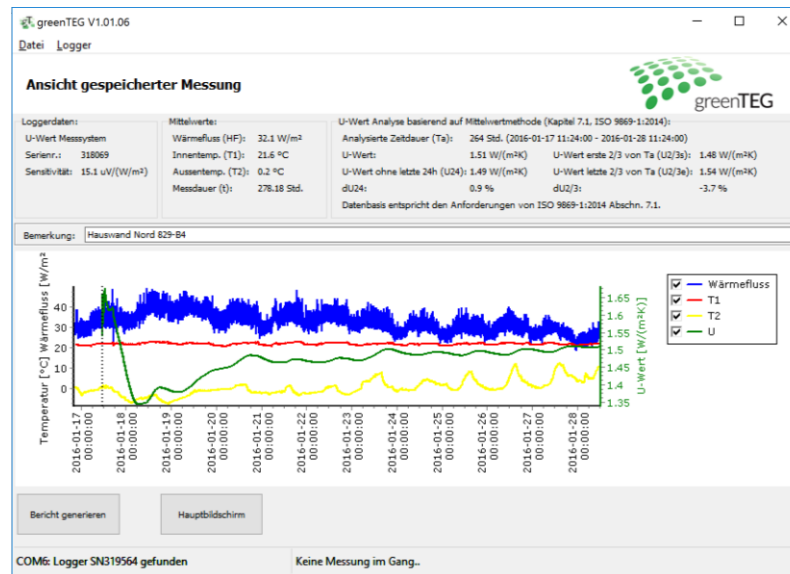

Abbildung 3: "Messdatei auslesen"-Fenster mit den gemessenen Werten und deren graphischer Darstellung
10. Durch einen Klick auf die „Auslesen“-Taste können Sie nun den gewünschten Datensatz sowohl graphisch angezeigt bekommen, als auch die exakten Werte ablesen. Im nun neu geöffneten Fenster „Ansicht gespeicherter Messung“ können Sie die letzten Datenpunkte ablesen (siehe Abbildung 3). Die Werte im oberen Teil des Fensters werden im Appendix A erklärt. Im abgebildeten Diagramm können die Messwerte grafisch betrachtet werden:
- Über die Taste „Report/Bericht generieren“ (siehe Abbildung 3) können Sie die Graphik als PDF-Report abspeichern oder drucken (siehe Abbildung 4).